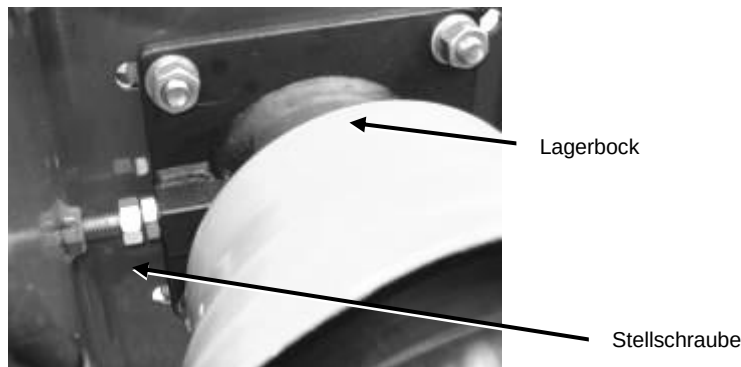

Bild 51: Keilriemen spannen
6. Stellen Sie die Spannung des Keilriemens ein, indem Sie die Stellschraube drehen (siehe Bild 51).